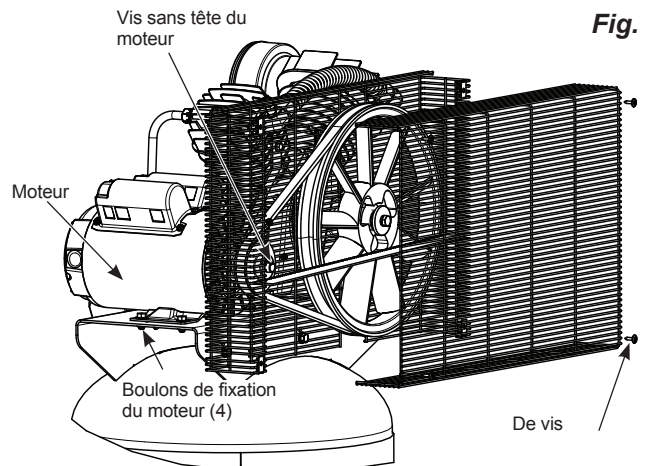

Fig. 7
1. Retirez la face avant du garde-courroie en retirant les vis (Voir Fig. 7).
4. Resserer les boulons de fixation du moteur avec un couple de 20-25 po-lb (27-34 Nm) (Voir Fig. 7).
1. Retirez la face avant du garde-courroie en retirant les vis (Voir **Fig. 7**).